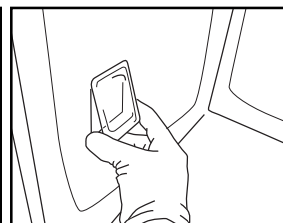

Fig. 9
- Placera lampskyddet mot panelen och tryck på skyddet tills det fästs med ett "klick" (fig. 9).